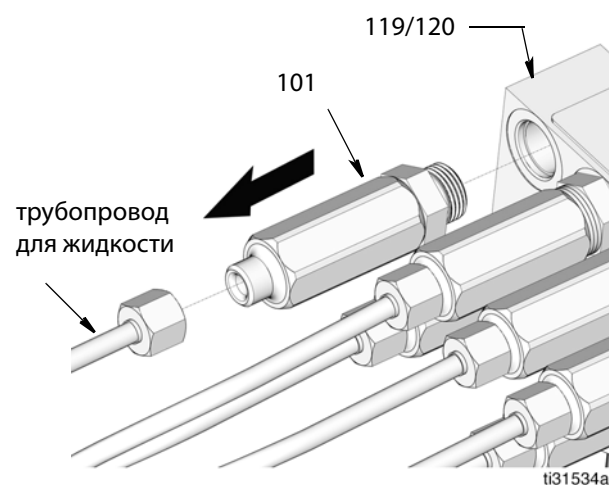

Рис.38
- b. Демонтируйте линию подачи. С помощью глубокой тонкостенной головки на 5/8" снимите инжектор (101) с коллектора (119/120) (Рис.38).